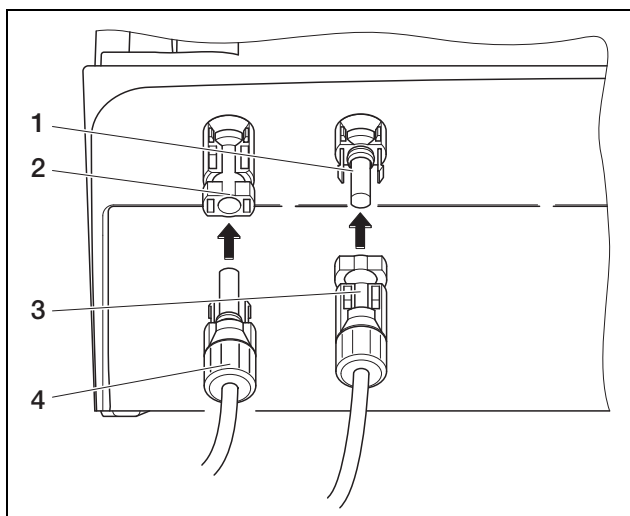

Abbildung 18: PV-String anschließen
- Stecken Sie die Stecker des PV-Strings bis zum Einrasten in die entsprechenden Gegenstücke am Wechselrichter (Abbildung 18).